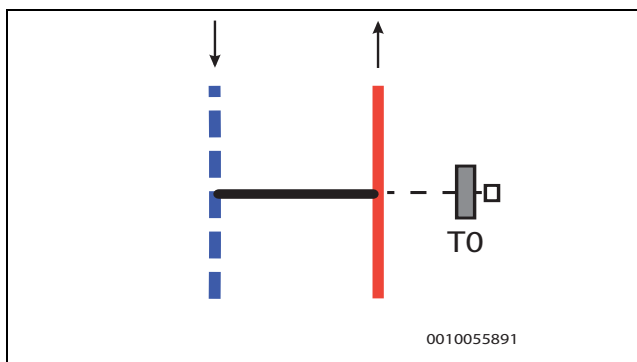

Fig. 20 Modèle droit du by-pass
- La sonde de température de départ TO est installée au raccordement départ du by-pass → Figure 20.